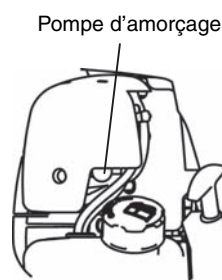

Figure 2
- (3) Continuer à pousser la pompe d'amorçage jusqu'à ce que le carburant entre dans la pompe d'amorçage. (Figure 2)